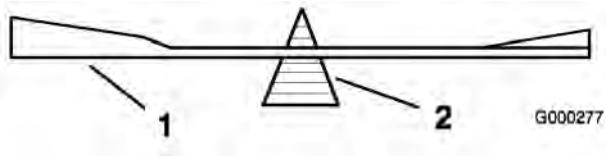
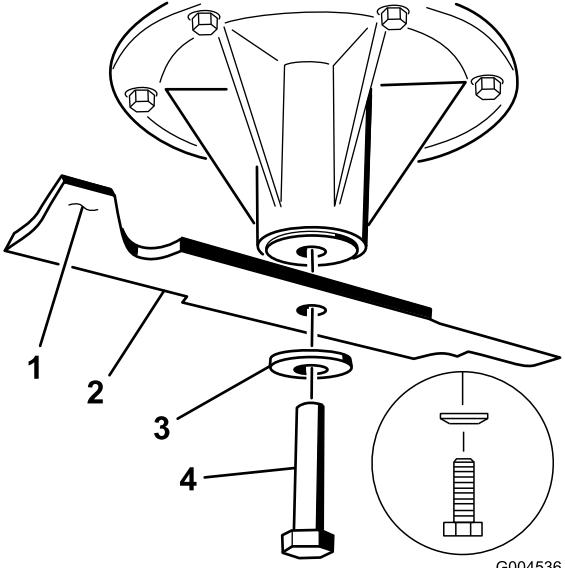

Figure 59
Figure 60
2. Retirez le boulon, la rondelle élastique et la lame de l'axe (Figure 60).
2. Vérifiez l'équilibre de la lame en la plaçant sur un équilibrEUR (Figure 59). Si la lame reste horizontale, elle est équilibrée et peut être utilisée. Si la lame est déséquilibrée, limez un peu l'extrémité de la partie incurvée seulement (Figure 60). Répétez la procédure jusqu'à ce que la lame soit équilibrée.
1. Placez la lame sur l'axe (Figure 60).
dirigé vers la tête du boulon (Figure 60). Serrez le boulon à 115–150 Nm.